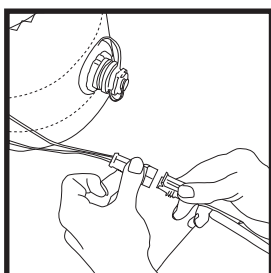

Abb. 7
1. Um die Beleuchtung einzuschalten, verbinden Sie das Batteriekabel mit dem Kabel im Zeltbein (Abb. 7).